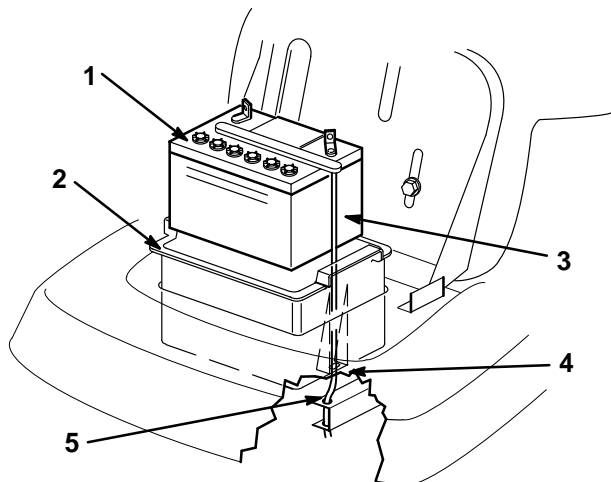

Abbildung 20
5. Batteriebox, Batterie und das lange Entlüftungsrohr vom Fahrgestell entfernen (Abb. 20).
1. Die Batterie in die Batteriebox legen und das Entlüftungsrohr in den Kanal und durch den Schlitz unten in der Box schieben (Abb. 20).
rechten Rahmenteils beachten (Abb. 20). Immer das lange Batterieentlüftungsrohr durch die Löcher anbringen, um zu verhindern, daß Batteriefüllsäure den Rasenmäher beschädigt.
2. Batteriebox und Batterie im Fahrgestell installieren (Abb. 20). Darauf achten, daß das Ende des Entlüftungsrohrs durch die Löcher im Rahmen geschoben wird (Abb. 20).